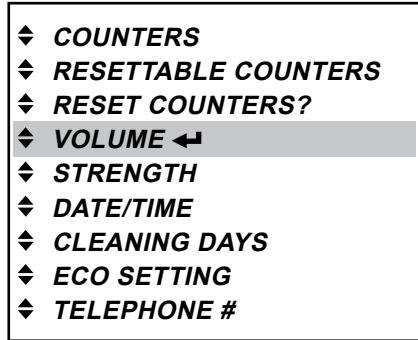

Рис. 57
1. Нажать кнопку ввода ←, чтобы вызвать меню «VOLUME» («ОБЪЕМ»). (Рис. 57)